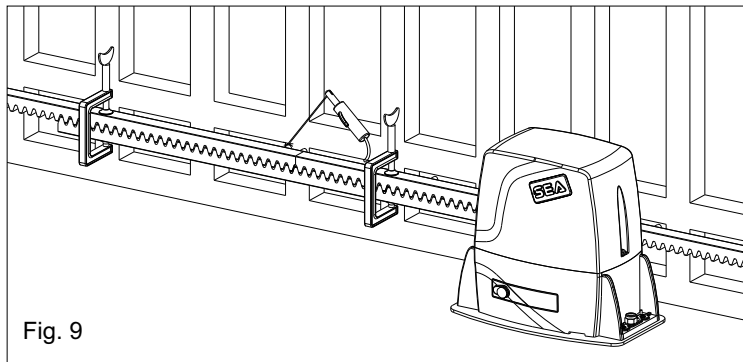

Fig. 9
5.4. Controlar que todos los elementos de la cremallera resulten perfectamente alineados y posicionados correctamente (dentaduras en fase). Se aconseja de contraponer a dos elementos sucesivos un tercer elemento como indicado en la Fig. 9;